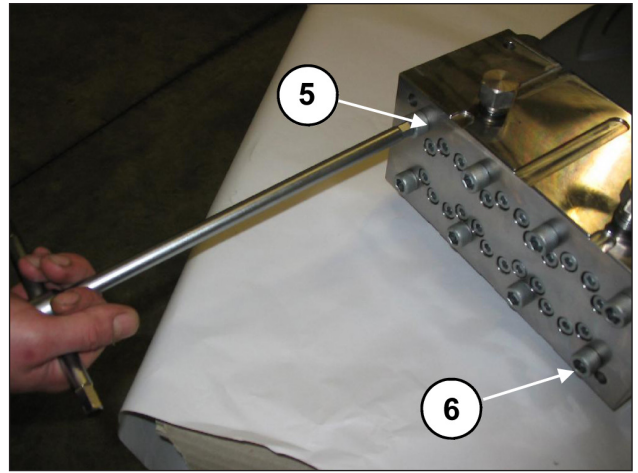
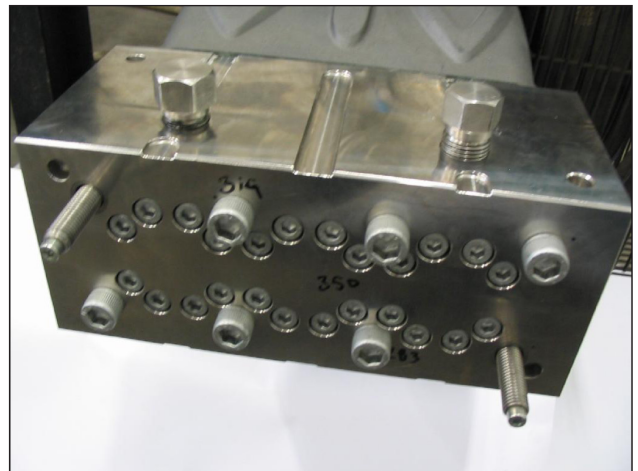

Fig. 35
Fig. 36
- Dévisser les vis de fixation de la tête M12x260 n° 5 et n° 6 comme le montre la Fig. 35 et les remplacer par deux goujons de service (réf. 27508200) comme le montre la Fig. 36 puis déposer les autres vis.